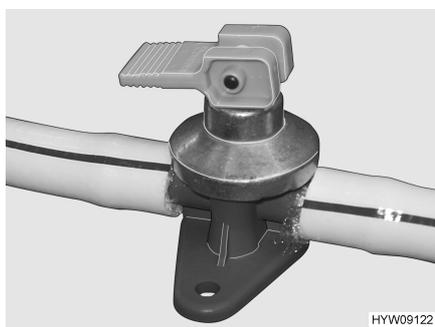
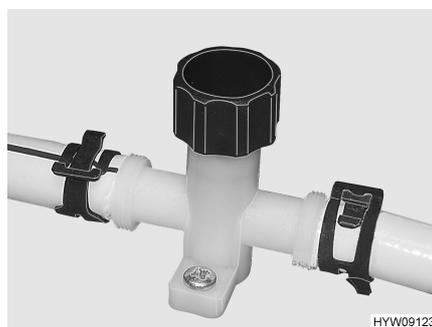

Fig. 74 Llave de desagüe con balancín
Fig. 75 Llave de desagüe con botón giratorio
- Abrir todas las llaves de desagüe (Fig. 74 ó bien Fig. 75).